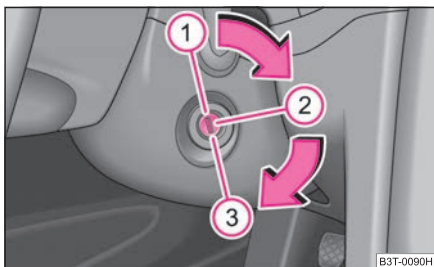

Abb. 121 Zündschlossstellungen
- Den Motor schalten Sie durch Drehen des Zündschlüssels in Stellung  aus ⇒ Seite 114, Abb. 121.